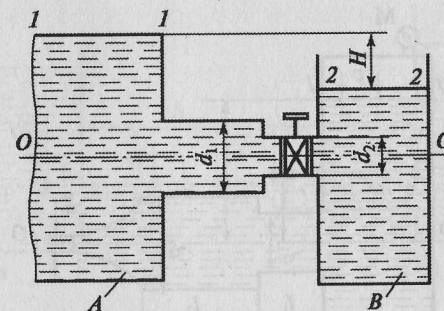

Рис. 5.14
**Задача 5.14.** Резервуары *A* и *B* с водой соединены горизонтальным трубопроводом, состоящим из отрезков труб с диаметрами  $d_1 = 100$  мм и  $d_2 = 60$  мм и имеющим кран с коэффициентом местных потерь  $\xi_v = 5$  (рис. 5.14). Другими потерями можно пренебречь. Разница в уровнях жидкости в резервуарах  $H = 3$  м. Определить расход жидкости в трубопроводе  $Q$ . Каким должен быть коэффициент местных потерь  $\xi_v$ , чтобы расход жидкости увеличился в два раза?